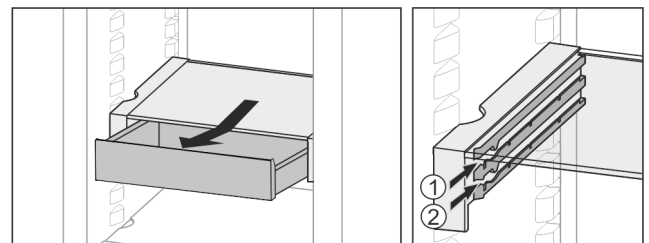

Fig. 27
- ▶ Op een willekeurige hoogte Fig. 27 (1) of Fig. 27 (2) erin schuiven.